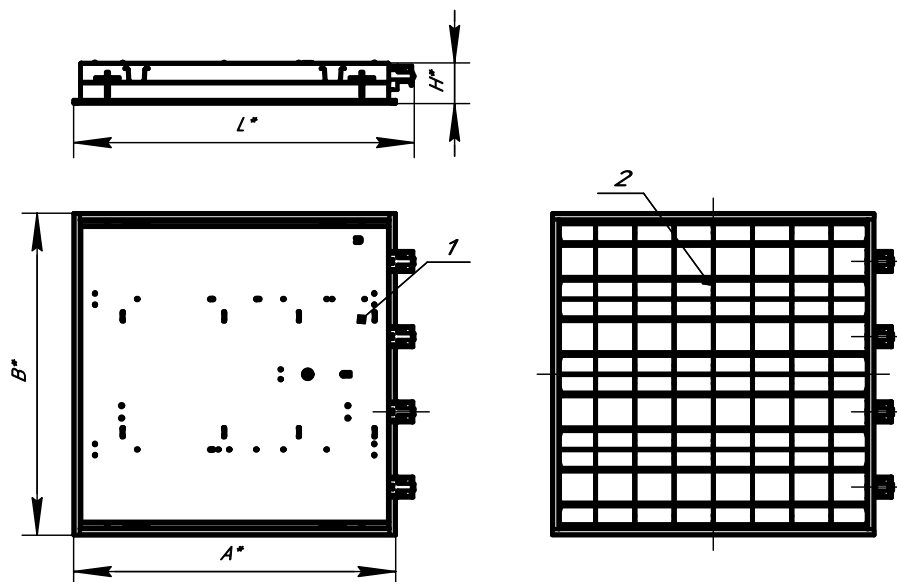

Рисунок 1: 1. Корпус в сборе,
4.1 Светильник состоит: из корпуса в сборе поз.1, в котором размещена электрическая схема; зеркальной решётки поз.2 рисунок 1.
6.2. Снимите решётку поз.2 рисунок 1 из пазов скоб, расположенных по углам корпуса поз.1 на 25-30 мм.
6.8. Установите решётку поз.2 рисунок 1 на корпус поз.1, предварительно вставив концы пружин в пазы скоб корпуса и подсоедините заземляющий провод решётки к корпусу в сборе.